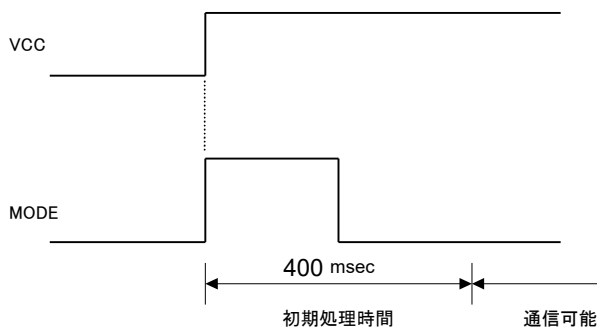

図 22 電源投入時の初期化タイミング
- 2) UART インタフェース通信の受信および無線通信の受信については、電源投入の約 400msec 後のタイミングで可能になります。このとき MODE 信号は LOW 出力されます(図 22)。